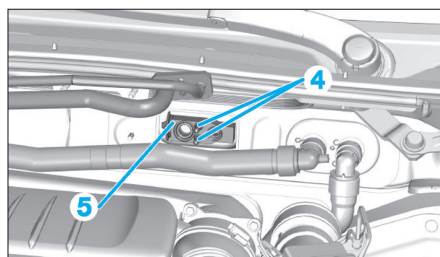

Fig. 10
- les vis (4) du détendeur (Fig.10),
- le détendeur (5).